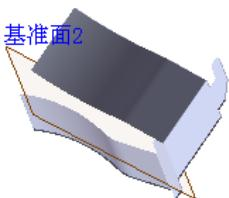
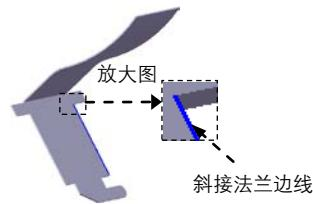
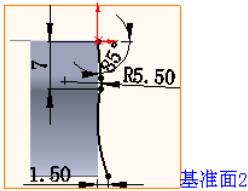

图 10.5.12 斜接法兰 2
图 10.5.13 斜接法兰边线
图 10.5.14 横断面草图
Step5. 创建如图 10.5.12 所示的钣金特征——斜接法兰 2。选择下拉菜单 **插入(I)** → **钣金(B)** → **斜接法兰(M)…** 命令；选取如图 10.5.13 所示的边线作为斜接法兰边线；在草图环境中绘制如图 10.5.14 所示的横断面草图，选择下拉菜单 **插入(I)** → **退出草图** 命令，退出草图环境，此时系统弹出“斜接法兰”对话框；定义法兰位置，在 **法兰位置(N)** 区域中，单击“折弯在外”按钮 ；其他采用系统默认设置值；单击  按钮，完成斜接法兰 2 的创建。